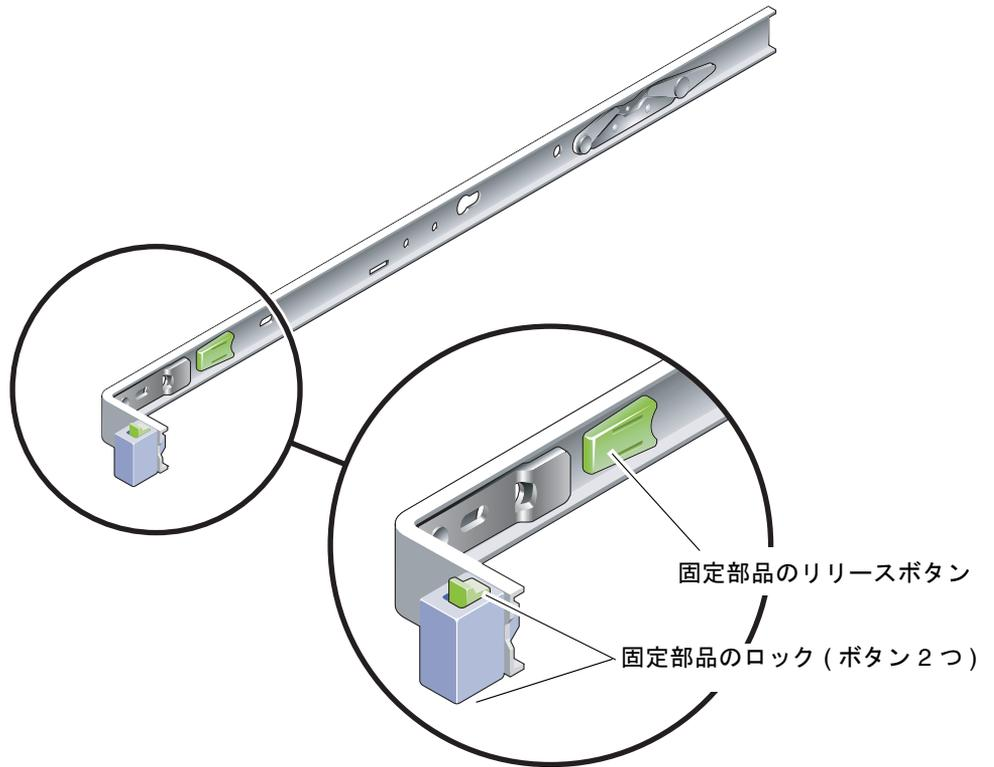

図 1-3 固定部品のロック
- サーバの各固定部品には、ロックが 2 つ付いています (図 1-3)。ロックを使用して、固定部品を前方へスライドさせることができます。固定部品のリリースボタンを使用すると、スライドレールから固定部品を取り外すことができます。リリースボタンは、固定部品をスライドレールへ押し込むときにも使用します。